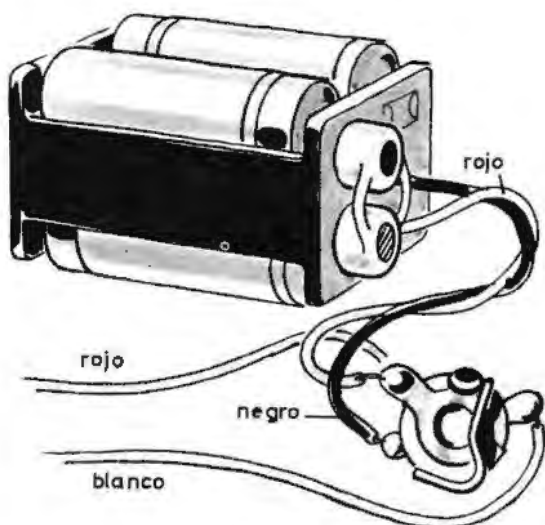

Figura 16
- * Prepare un par de hilos rojo y amarillo de 10 cm de longitud. Suelde un cabo del amarillo al terminal libre de la segunda hembrilla; el rojo, al mismo terminal donde se ha conectado el hilo rojo del portapilas. (Figura 16.)